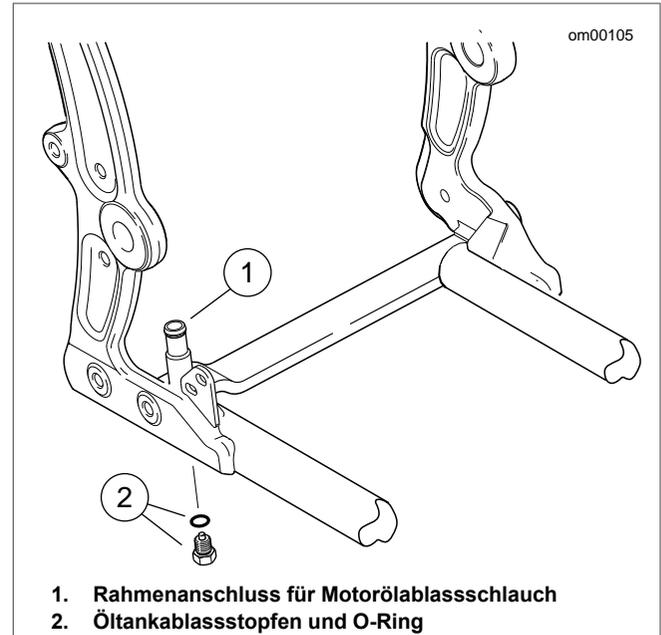

Abbildung 22. Motorölablassstopfen: Softtail-Modelle
2. Siehe Abbildung 22. Die Motorölablassschraube mit O-Ring (2) entfernen. Das Öl ganz in einen geeigneten Behälter ablaufen lassen.